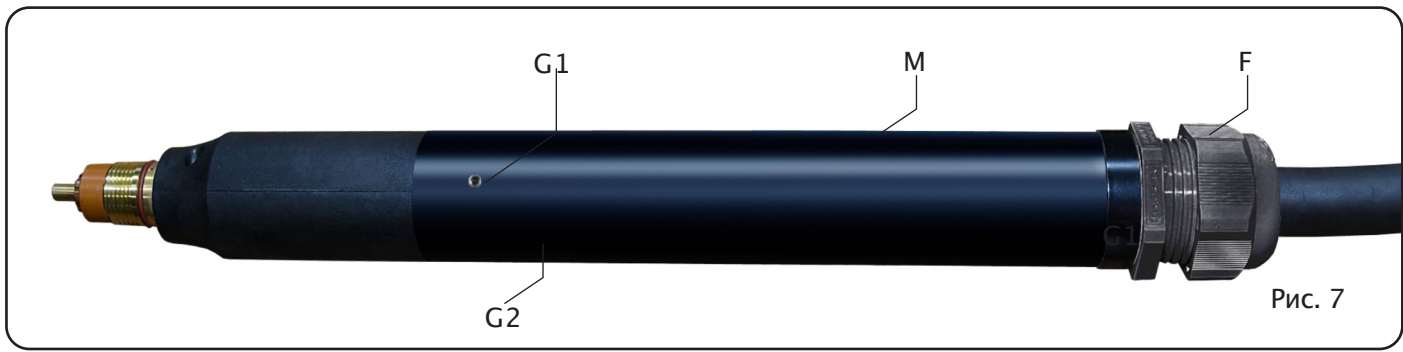

Рис. 7
- Открутите кабельный ввод **F** на Рис. 7;
- Удалите кабельный ввод **F** на Рис. 7.